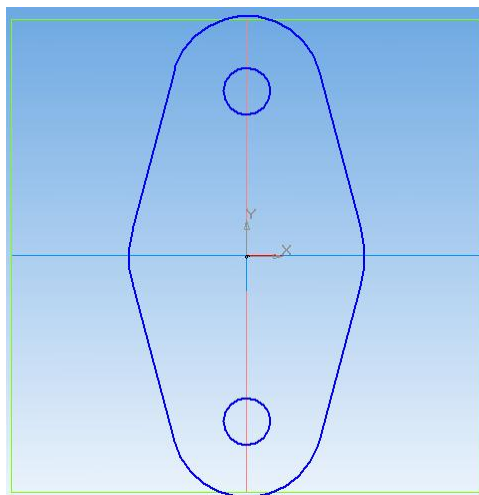

Рис. 17. Результат работы с инструментом «Усечь кривую»
20. Удалите ненужные линии при помощи инструмента  (Усечь кривую), расположенного на инструментальной панели *Редактирование* . Результат работы с инструментом представлен на рис. 17.